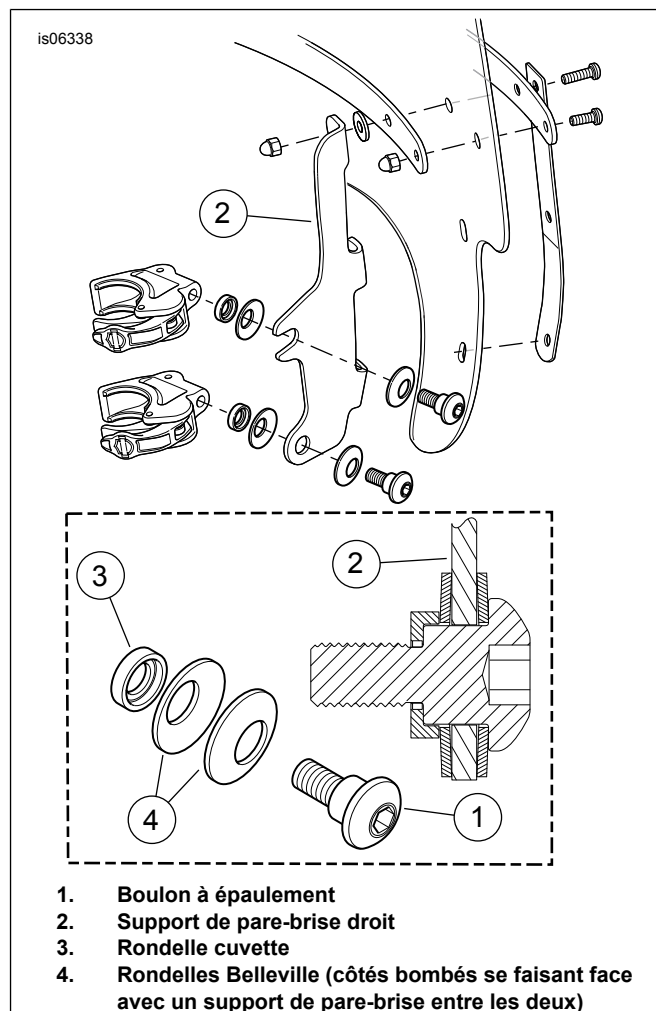

Figure 1. Brides de montage de pare-brise (côté droit illustré)
3. Assembler sans serrer les ensembles de collier sur les supports de montage de pare-brise selon la séquence indiquée sous Figure 1.